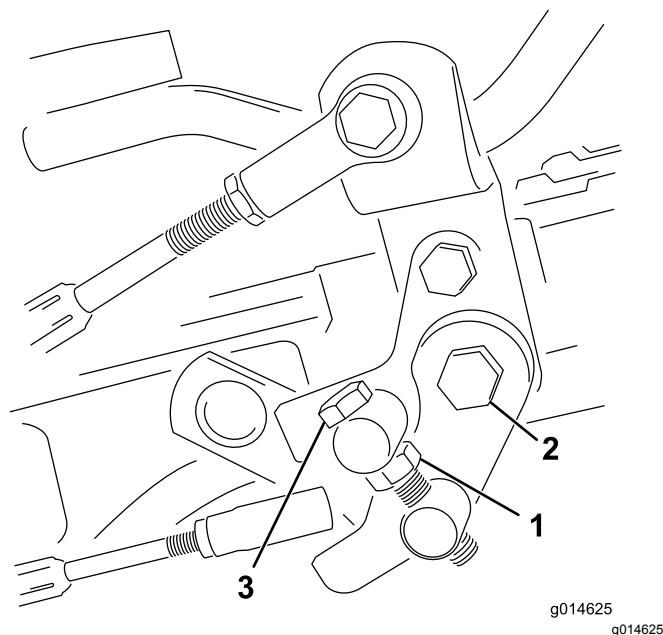

Figura 51
1. Allentate il controdado sul bullone di articolazione (Figura 51).
4. Serrate il controdado sul bullone di articolazione e il dado sul perno del pedale per fissare la regolazione (Figura 51). Controllate la messa a punto, e all'occorrenza ripetete la regolazione.